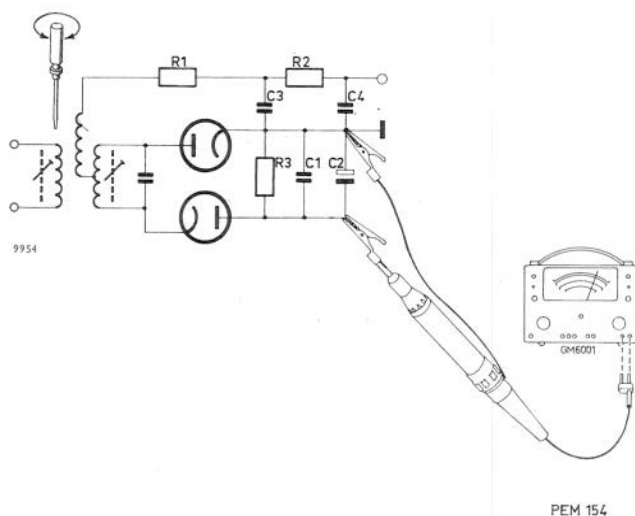

Fig. 17. Afregeling van de m.f.-kringen
6. Regel de kern van de primaire kring (fig. 17) van het laatste m.f.-bandfilter (ratiodetector) op maximale uitslag van de buisvoltmeter. Stel hierbij de uitgangsspanning van de generator voortdurend zodanig in, dat de uitslag van de buisvoltmeter niet groter wordt dan – 3V.
1. Sluit de buisvoltmeter aan over de elektrolytische condensator C2 (fig. 17). Stel in op een meetgebied van -3 V gelijkspanning.